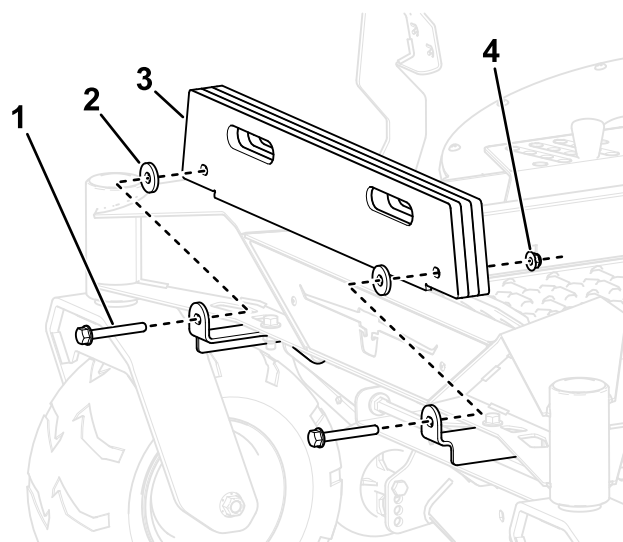

Рисунок 4
2. Установите грузы травосборника (количество определяется размером деки) на монтажные кронштейны грузов с помощью 2 болтов ($\frac{3}{8}$ x $2\frac{3}{4}$ дюйма), шайб и контргаек ($\frac{3}{8}$ дюйма), как показано на Рисунок 4.